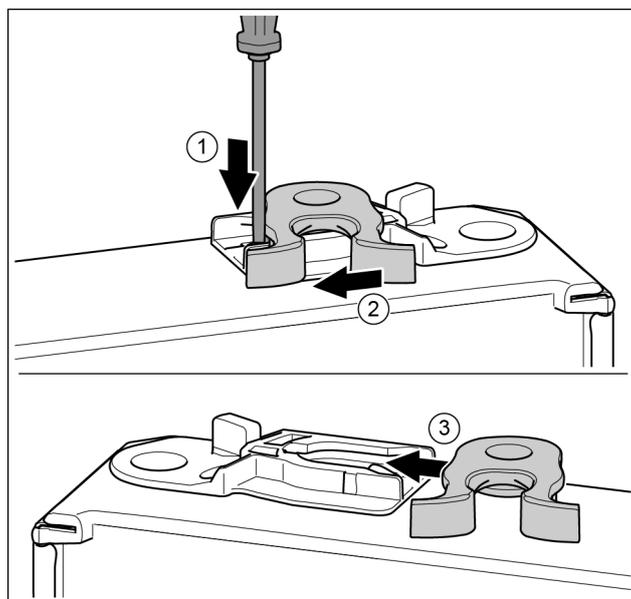

Fig. 18
- ▶ La parte inferiore della porta indica verso l'alto: ruotare la porta. Fig. 18 (1)
- ▶ Con un cacciavite spingere la linguetta verso il basso. Fig. 18 (1)
- ▶ Estrarre il gancio di chiusura dalla guida. Fig. 18 (2)
- ▶ Spingere il gancio di chiusura sull'altro lato nella guida. Fig. 18 (3)